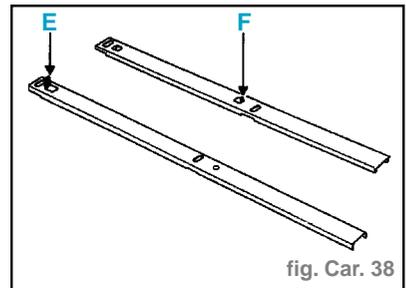

fig. Car. 38
- Supprimer les pattes d'indexage (E) sur le rail de porte avant et (F) sur le rail de porte arrière. (fig. Car. 38)